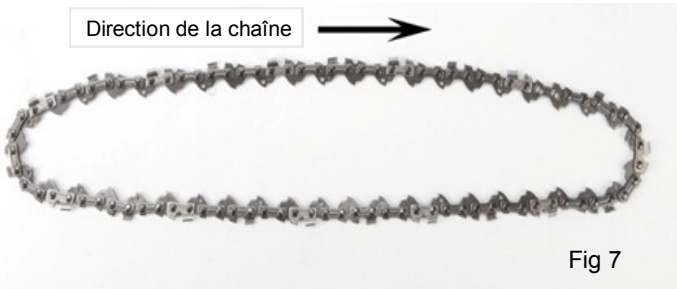

Fig 7
- Étalez la nouvelle chaîne dans une boucle et redressez-la. Les gouges doivent faire face au sens de rotation de la chaîne. Si elles sont vers l'arrière, retournez la boucle. (Fig 7)